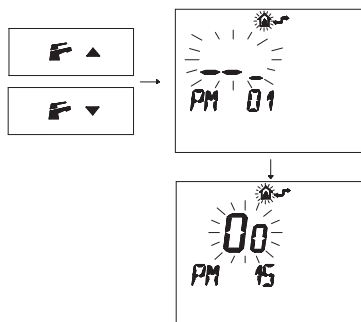

Figura 5.33
- Premere i pulsanti **F** o **F** per visualizzare la programmazione "PM15" abilitazione della sonda esterna (Figura 5.33).